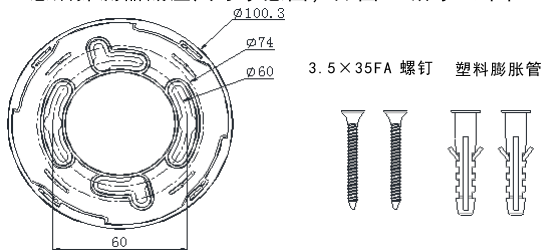
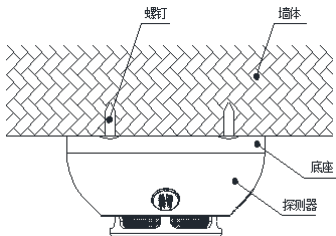

图2：感烟探测器底座及固定配件
图4 感烟探测器安装示意图
4.2 感烟探测器底座尺寸示意图，如图 2 所示（单位：mm）
- ① 温度低于零下10℃、高于55℃或相对湿度 $\geq 95\%RH$ 的区域。
- ② 多灰尘区域。灰尘进入探测器内部可能引起误报警。
- ③ 空气回流不畅的地方。发生火灾时，烟雾等燃烧产物不能及时有效的进入空气回流不畅的地方。
④ 勿将感烟探测器安装在产生可燃烟雾颗粒的场所，如车库、厨房、热水器、暖气的位置。
⑤ 感烟探测器不宜安装在风机的送风口或抽风口附近，因为风机口附近的烟雾浓度不能有效的反映房间内整体的烟雾浓度。
3. 感烟探测器安装示意图如图4所示
按图4所示，用塑料膨胀管和3.5×35FA螺钉将感烟探测器底座固定在屋顶上，安装孔距如图2所示。